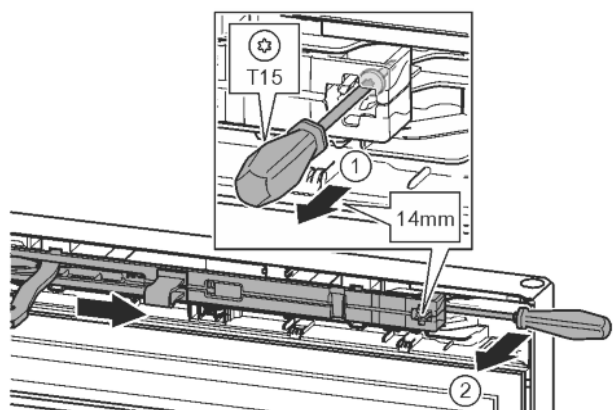

Fig. 11
- Šroub na jednotce tlumiče zavírání povolte šroubovákem T15 o cca 14 mm. Fig. 11 (1)
- Šroubovákem na straně madla zajeďte za jednotku tlumiče zavírání a otočte ji dopředu. Fig. 11 (2)
- Vytáhněte jednotku tlumiče zavírání. Fig. 11 (3)